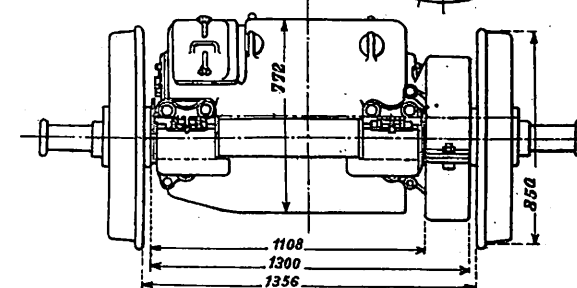

Abb. 5. Seitenansicht.
**Abb. 5 und 6. Triebmaschinen der